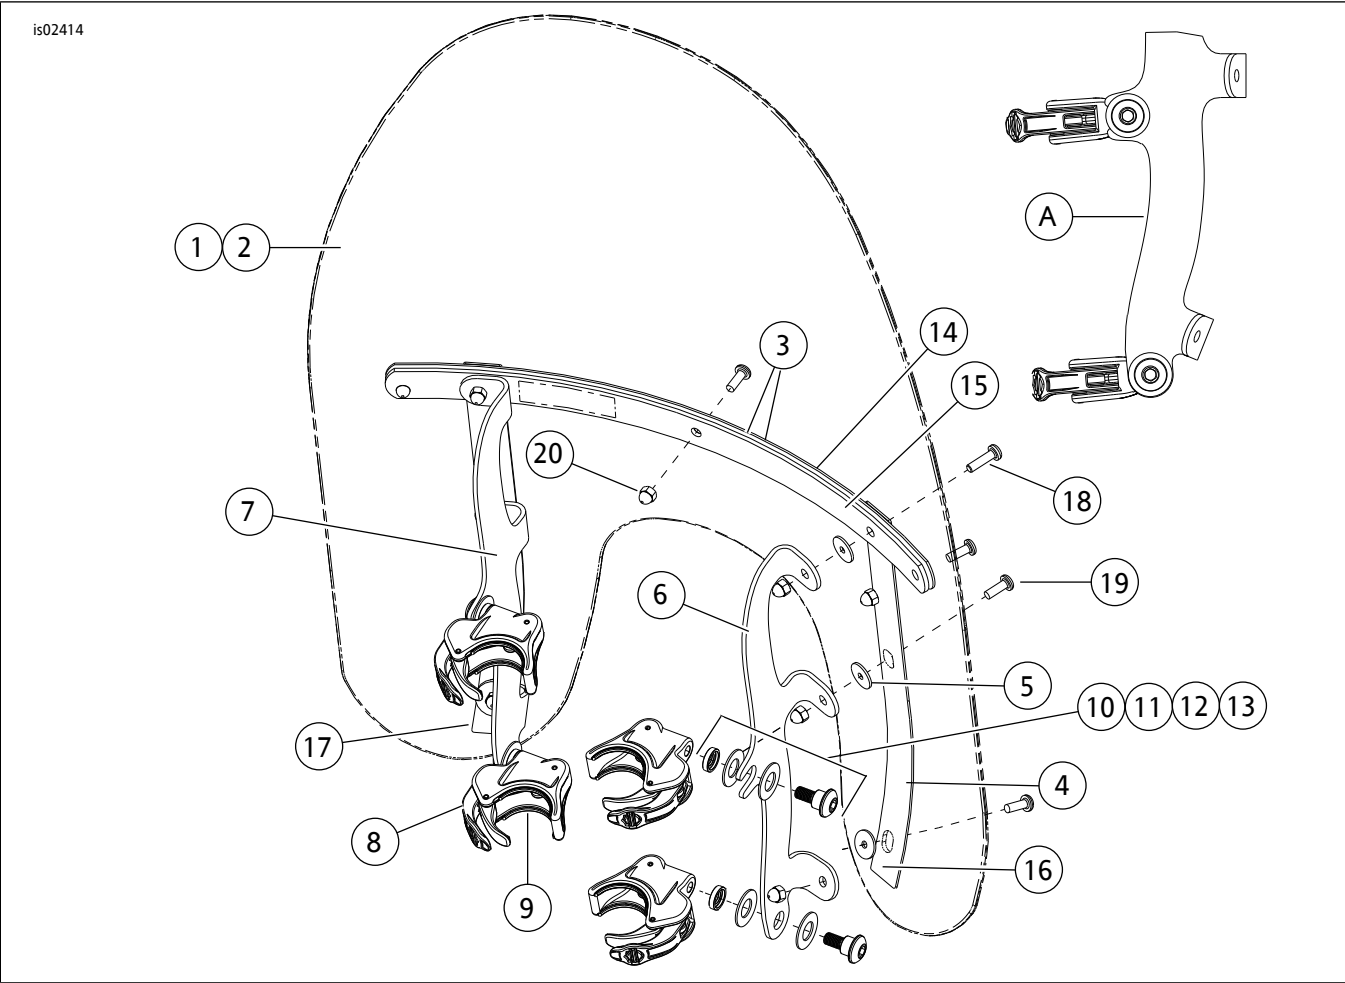
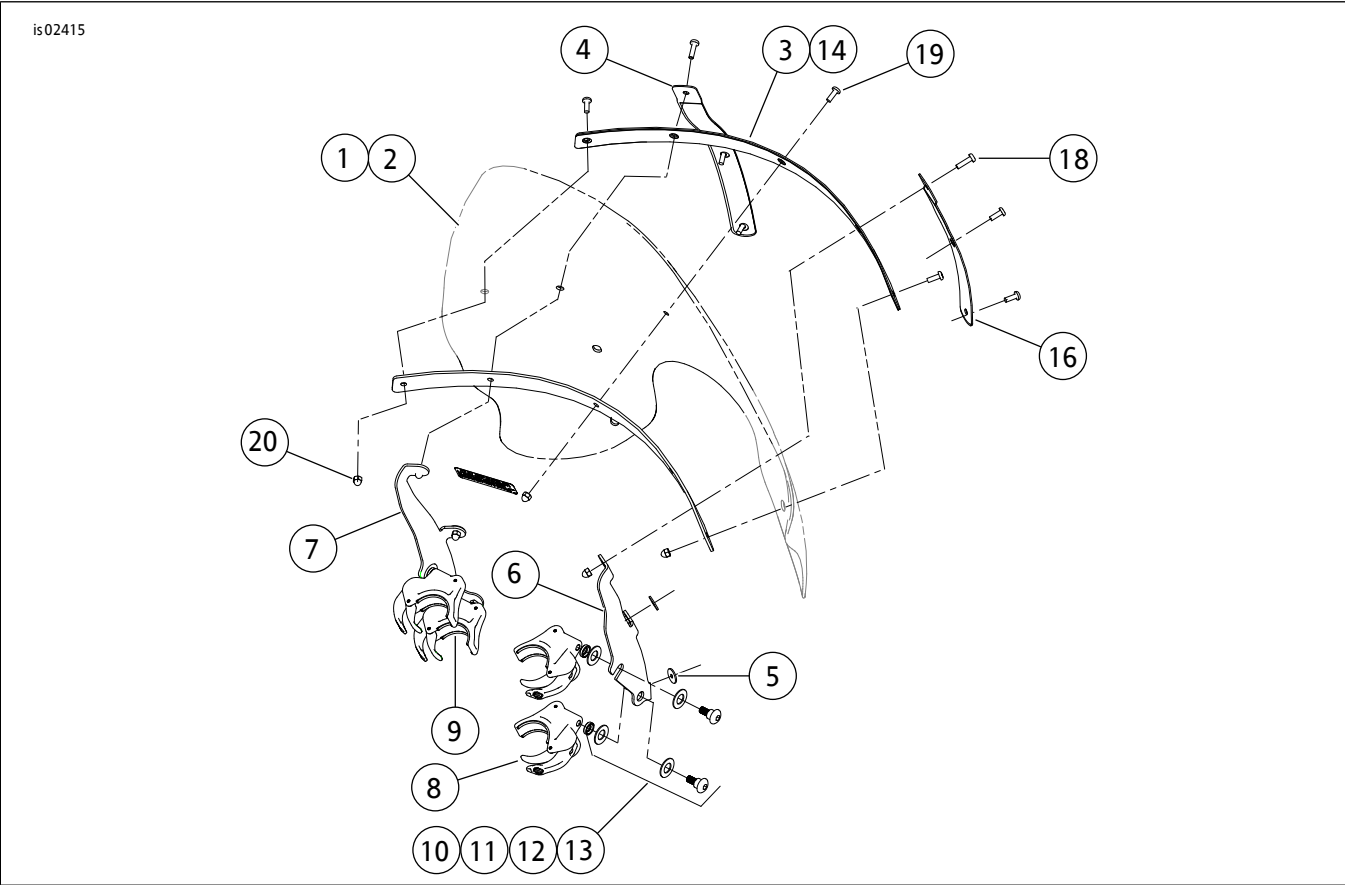
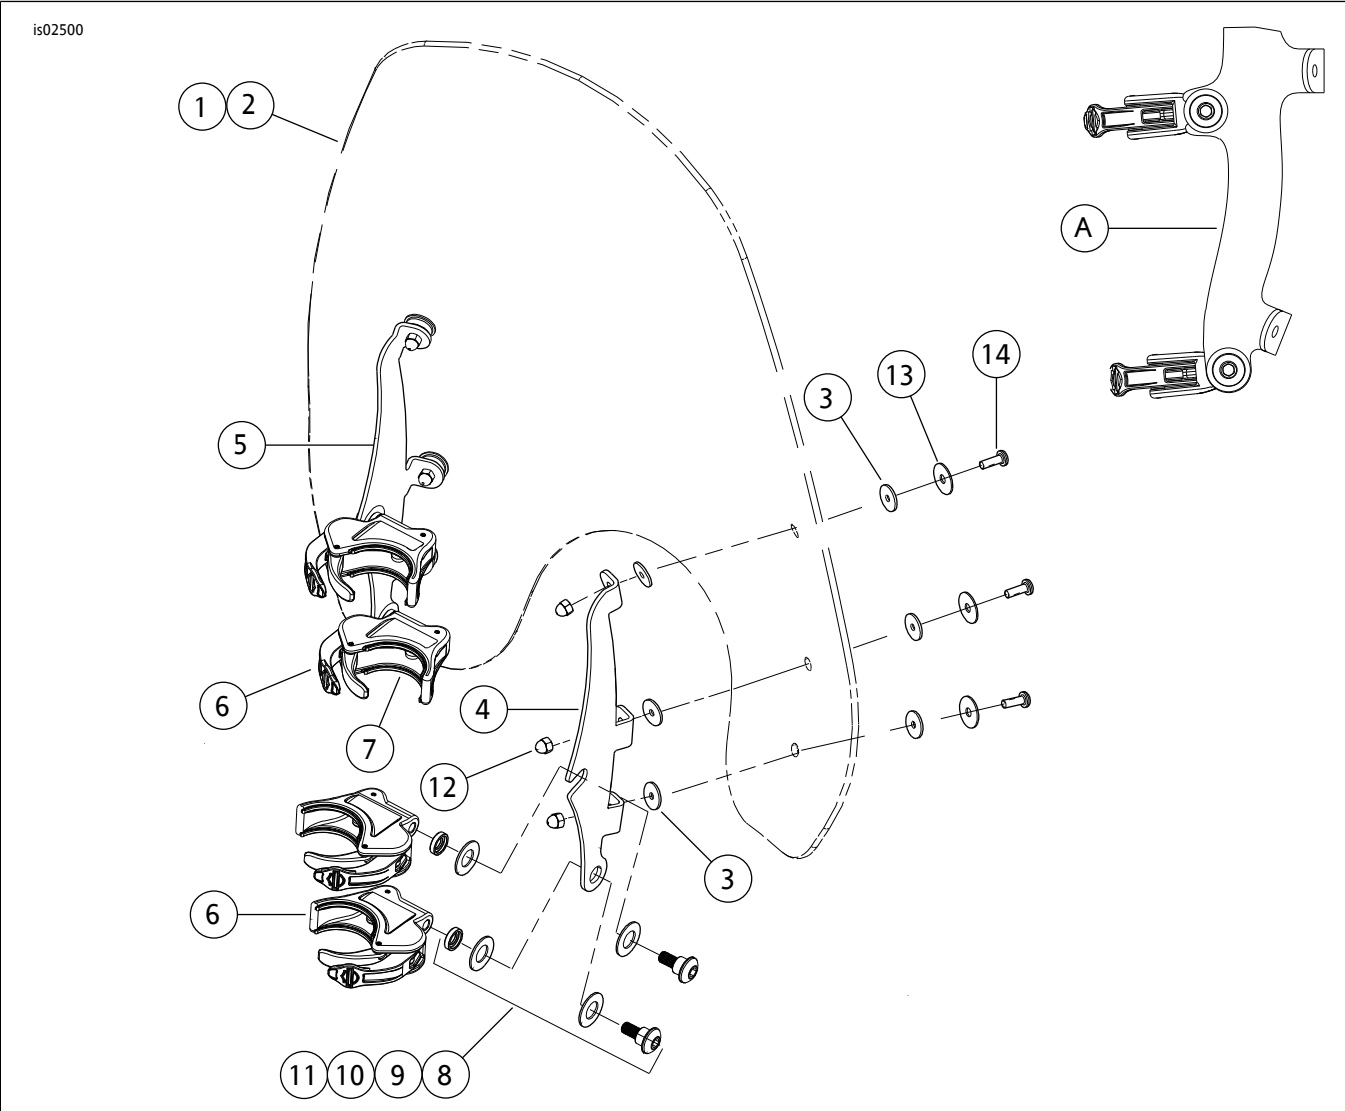

图3。套件内容：紧凑型快速释放挡风玻璃套件 (58387-06、58413-06、58444-06、58346-06、58347-06、58348-06)
图4。套件内容：旅行快速释放挡风玻璃套件(57015-06、57016-06)
图5。套件内容：超级运动款快速释放挡风玻璃套件(57300-06、57301-06)
- 参见图3、图4、图5、图6、图7和图8。从包装中拆下夹具和五金件套件，分开相似的零件准备组装。